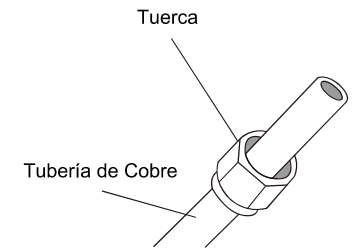

Fig. 5.3
- Coloque tuercas de ensanchado en las dos puntas de la tubería. Asegúrese que están dando cara en la dirección correcta, porque ya no los va poder poner o cambiar su dirección una vez que están ensanchados. Vea Fig. 5.3.